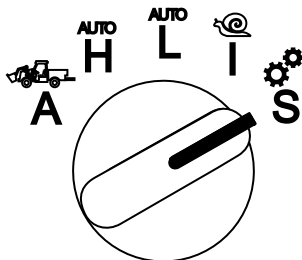

Figura 19
1. Girate il selettore della modalità operativa in posizione **S** (Figura 19).